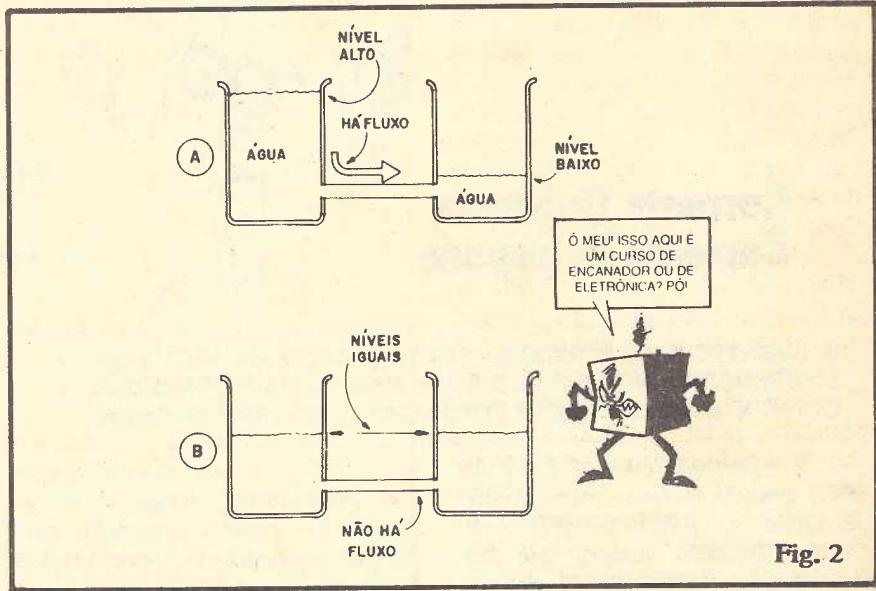

Fig. 2
- FIG. 2 - Voltando ao assunto CORRENTE (observar as figs. 2-A e 2-B), uma interessante analogia pode ser feita a partir de dois recipientes ("caixas d'água") interligados por um tubo ou cano, junto às suas bases. Lembrando que uma pilha, por exemplo, fornece um fluxo constante de elétrons até que se estabeleça o equilíbrio entre seus polos, ou seja: até que não haja mais "sobra" de elétrons no polo negativo, em relação ao positivo (quando então dizemos que a pilha está "descarregada"...), colocamos bastante água no recipiente da esquerda (até a "boca"...), e pouca, ou nenhuma água no vaso da direita... Assim, conforme esquematizado em 2-A, o nível do recipiente da esquerda estará alto ("sobrando" água...), enquanto que o nível no da direita estará baixo ("faltando" água...). Como nós "fechamos o circuito" entre os dois recipientes, através do cano que interliga suas bases, essa situação de "sobra aqui" e "falta ali" **não pode durar**, já que imediatamente a água começa a fluir, continuamente, do vaso onde ela "sobra" para o recipiente onde